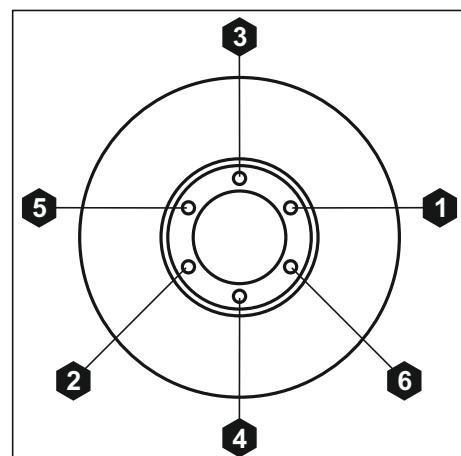

Рис. 55. Порядок затяжки болтов крепления демпфера.
1. Собрать ступицу (2) с демпфером (3).
- окончательная затяжка Мкр =  $120 \pm 12$  Нм согласно указанному порядку (см. Рис. 55).
4. Установить шкив (1).